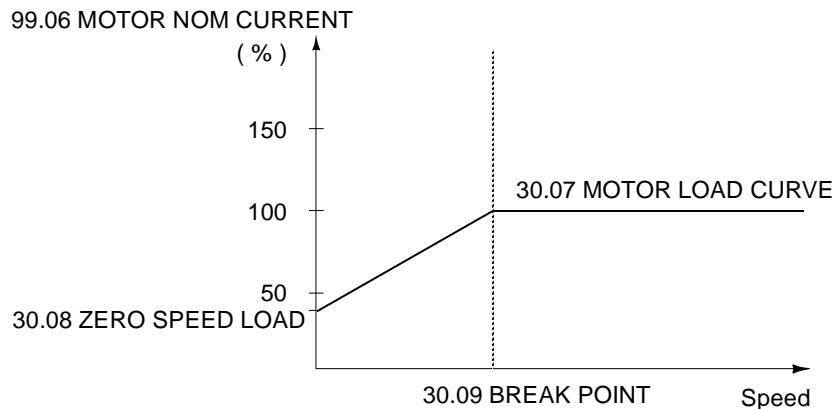

图 6-19 电机负载曲线。
- 利用负载曲线计算电机发热 (图 6-19)。如果在曲线上部区域运行，电机将升温并超过额定温度，而在曲线下部区域运行电机将冷却。升温和降温的速率由 MOTOR THERM TIME 决定。
此参数定义了电机负载曲线从哪一点开始由参数 30.07 MOTOR LOAD CURVE 设定的最大值向零速负载 ZERO SPEED LOAD (参数 30.08) 下降。参考图 6-19 电机负载曲线。